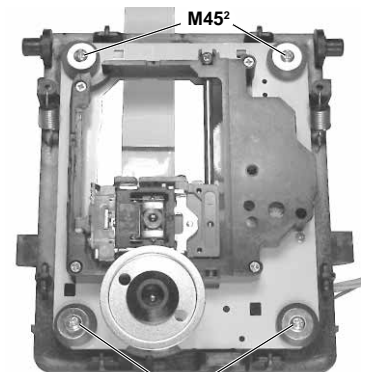

Fig. 21
- 4 Schrauben M452 (Fig. 21) herausschrauben und das CD-Laufwerk aus dem Laufwerkrahmen herausnehmen.
- Undo the 4 screws M452 (Fig. 21) and remove the CD drive mechanism from its frame.